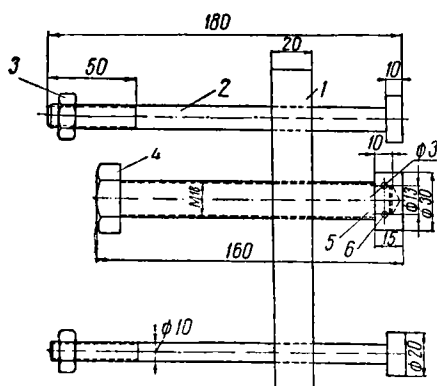

Рис. 5. Съемник для снятия левого полукартера с двигателя
3. В аналогичном порядке, но при помощи другого съемника (рис. 5) произвести выпрессовку коленчатого вала из левого полукартера. Для этого три болта с резьбой М10 вынуть из основания съемника и ввести их в три отверстия $\varnothing 11$ мм левого полукартера, расположенные по окружности $\varnothing 160$ мм. Болты вводить с внутренней стороны полукартера. Основание съемника надеть на свободные концы болтов М10 с торцевой стороны левого полукартера и прижать гайками. Болт с резьбой М18 довести до упора в торец левой цапфы коленчатого вала и затем с помощью ключа вращать болт до полного вытеснения коленчатого вала из левого полукартера.